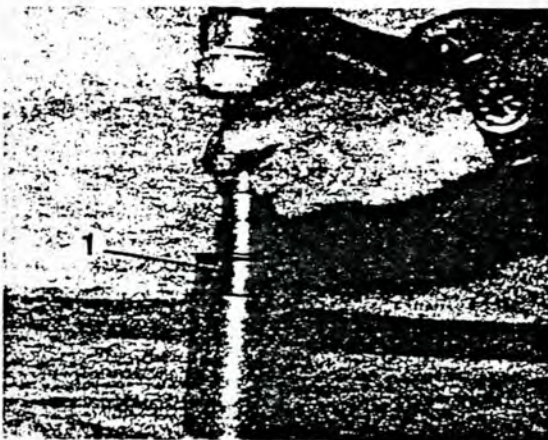

Fig. 9
- Kugellager aufstecken (Fig. 9/1).
- Fit ball bearing (Fig. 9/1).
- Monter le roulement à billes sur l'arbre (fig. 9/1).